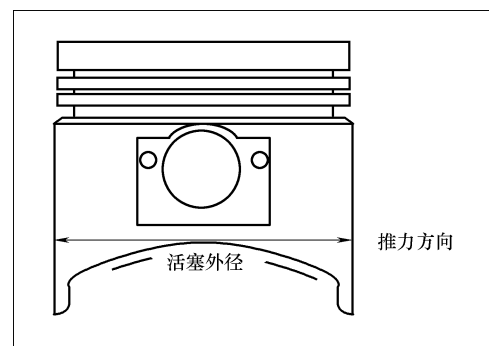

图 2-139 活塞外径测量点
② 测量要用的活塞的外径，应在如图 2-139 所示的止推方向测量。